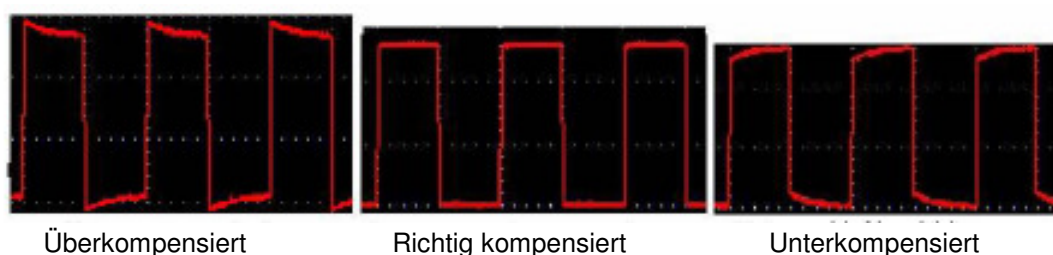

Abb. 5 Wellenformdarstellung der Tastkopfkompensation
2. Prüfen Sie die angezeigten Wellenformen und justieren Sie den Tastkopf, bis eine korrekte Kompensation erreicht ist (siehe Abb. 5 und 6).